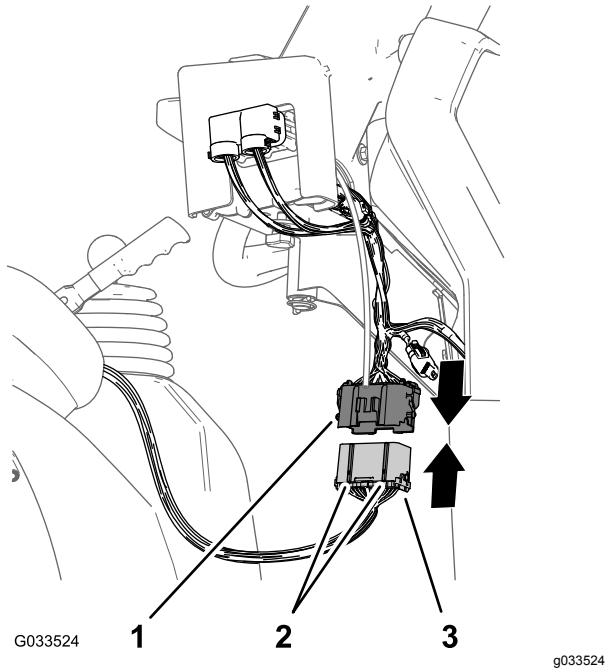

図 23
- スプレーヤ用後方ハーネスの38ピンコネクタについている2本のキーを、コントロールコンソールに接続されている前方ワイヤハーネス38ソケットコネクタの2本のキー溝に合わせて接続する図 23。
- 後方ワイヤハーネスのコネクタと前方ワイヤハーネスのコネクタがラッチで完全固定されるまで確実に接続する図 23。